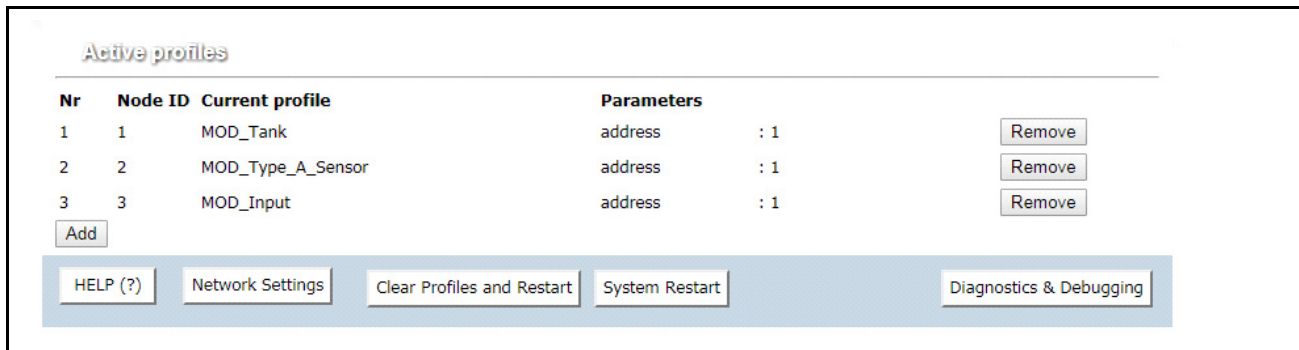

Figura 12. Web Configurator exibindo adições de perfis ativos
- As adições concluídas estão listadas em “Active Profiles”, conforme mostrado na Figura 12.